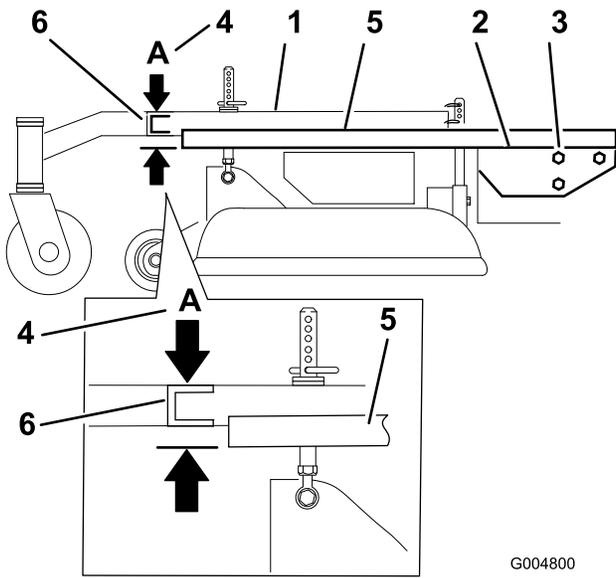

Figure 67
3. Placez une longue planche, ou autre objet similaire parfaitement droit en haut du plancher moteur, comme illustré à la Figure 67.
4. Au niveau du tube transversal du bâti porteur, mesurez la hauteur au point A (Figure 67). Elle doit être égale à 33 mm (1-5/16 po) \pm 6 mm (1/4 po).
6. Desserrez les boulons de montage du bâti porteur de chaque côté de la machine (Figure 67).
7. Alignez le bâti porteur et le plancher moteur à 33 mm (1-5/16 po) \pm 6 mm (1/4 po) au point A (Figure 67).